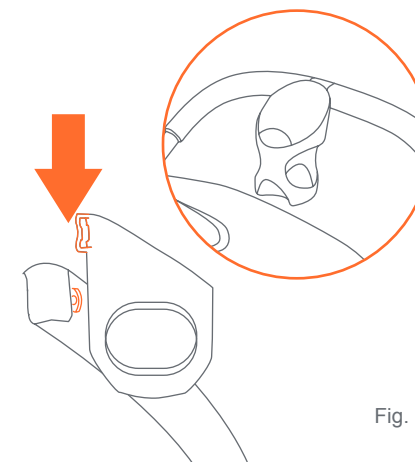

Fig. 7
- 7) • Para colocar el portavasos: deslice el gancho del sobre para portavasos en la barra de manubrio. Presione hasta que se ajuste firmemente (Fig. 7).